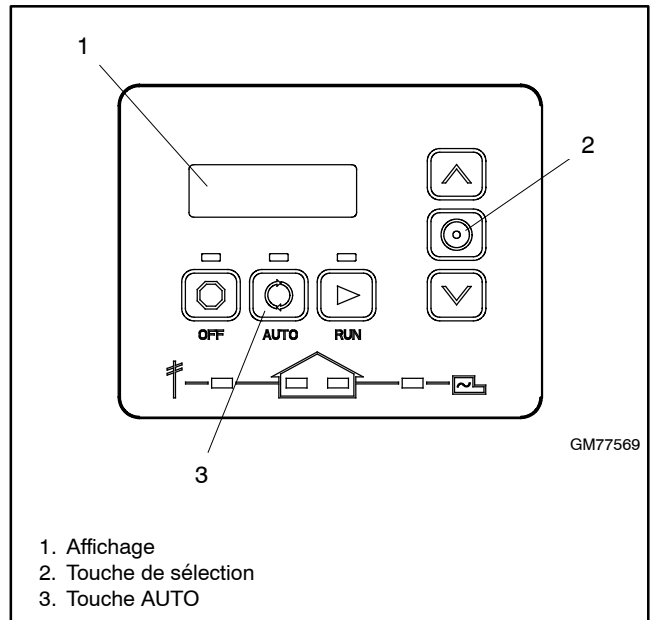
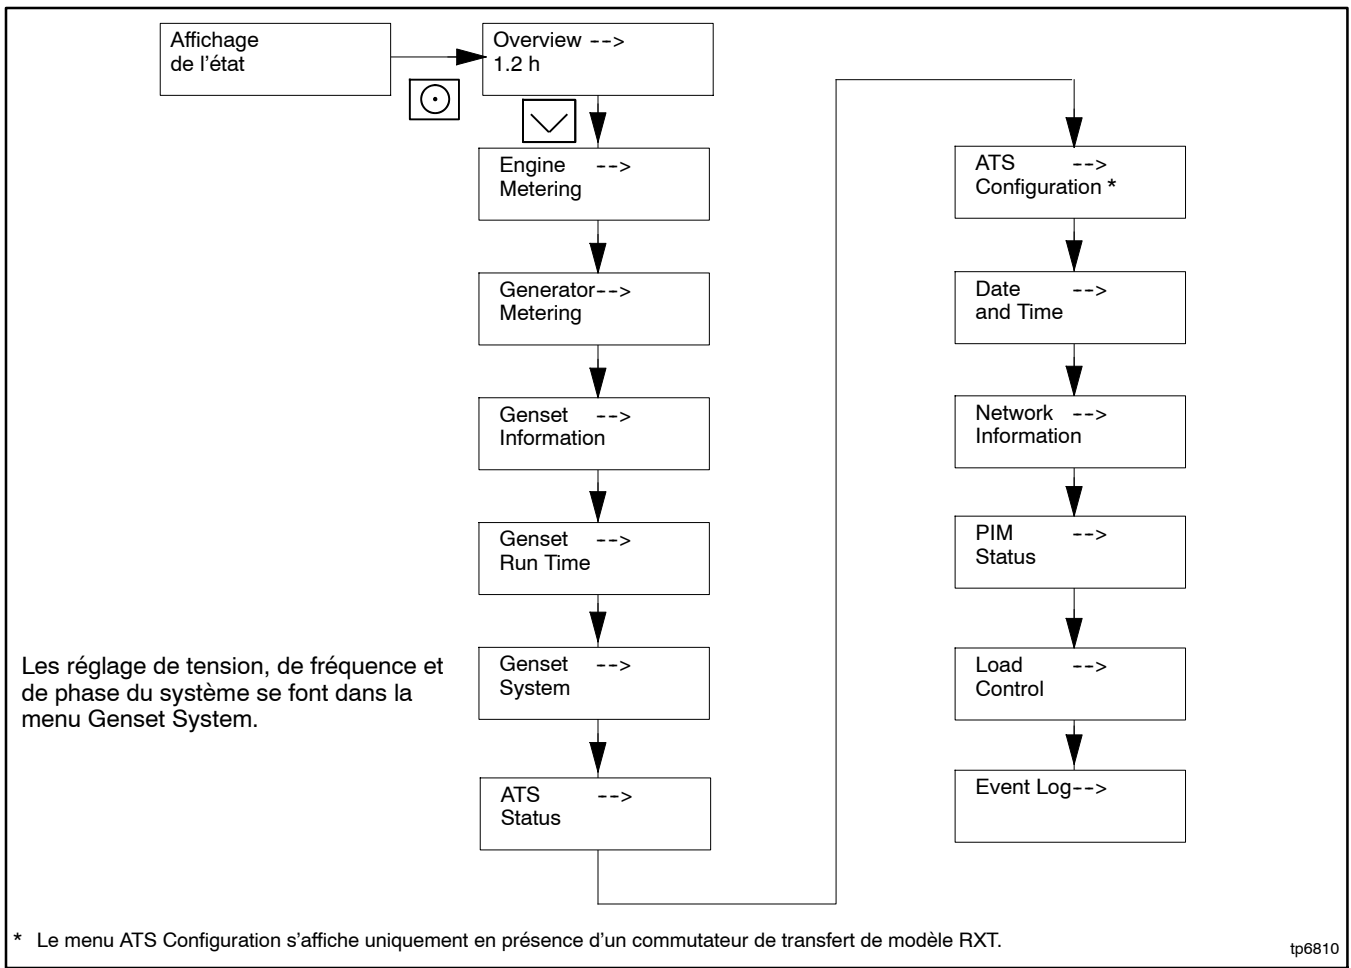

Figure 3-4 Contrôleur RDC2
Figure 3-5 Menu principal du RDC2
1. Appuyer sur la touche de sélection pour accéder au menu principal. Voir Figure 3-4 et Figure 3-5. L'écran Overview (vue d'ensemble) s'affiche.
2. Appuyer sur la touche fléchée bas pour avancer jusqu'au menu Genset System (données système). Voir Figure 3-5.